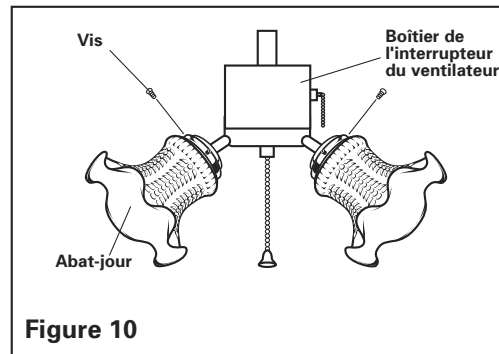

Figure 10
**Pour modèles à 3 abat-jours pour installation avec vis, telle qu'illustrée à la Figure 10.**